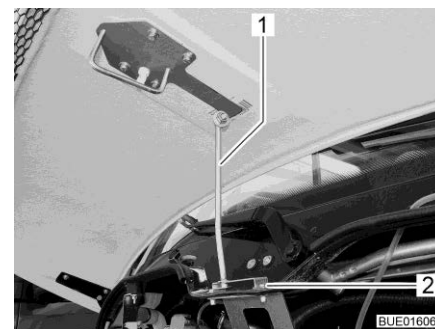

Bild 40 Stöd motorhuv
- Fäll ut stöd (Bild 40,1) och häng upp i fästet (Bild 40,2).